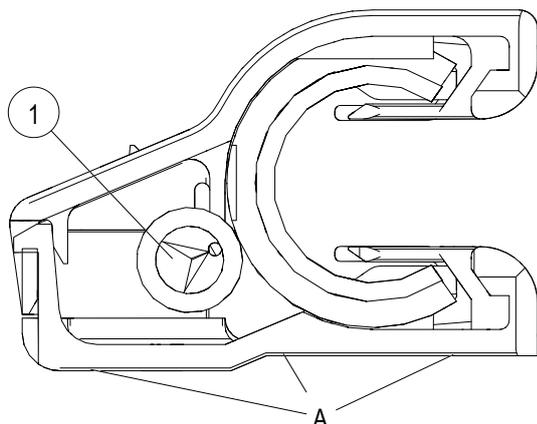

Abb. 77: Elektrischer Anschluss sitzt außerhalb der Mitte
Die Flachsteck- oder Quetschanschlüsse sind außerhalb der Mitte aufgelötet. Die Kappe muss deshalb dementsprechend montiert werden: Die gerade Seite der Kappe (A) (einteilig oder zweiteilig) muss dort sein, wo der Anschluss (1) sitzt (siehe Abb. 77).